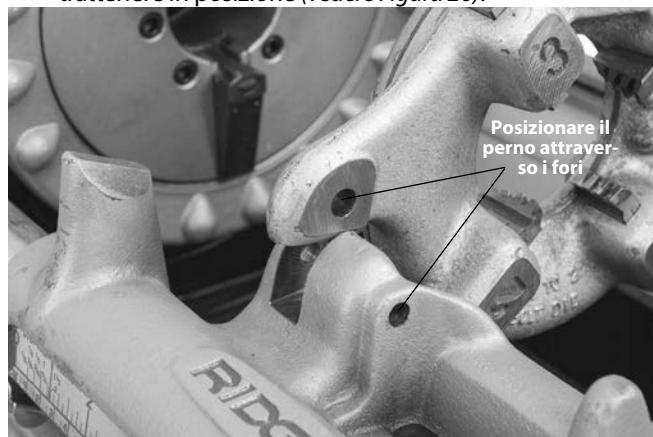

Figura 26 – Trattenimento in posizione della Testa portapettini sinistra
- Collocare un $\frac{5}{16}$ " perno lungo 2 pollici attraverso i fori nel supporto del carrello e la testa portapettini di sinistra per trattenere in posizione (vedere Figura 26).